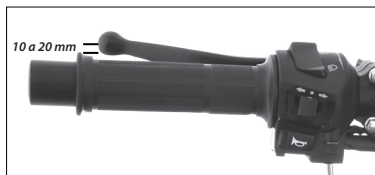

Imagen 21. Ajuste de la palanca del embrague.
3. Girar el tornillo templador. La carrera libre del extremo de la palanca del embrague debe estar entre los 10 y 20 mm. Ver imagen 21.